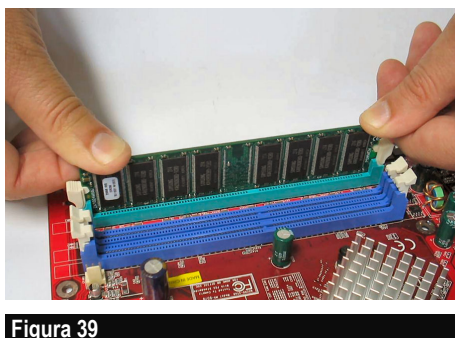

Figura 39
- 3) Forçar o módulo para baixo, encaixando-o no soquete. As alças laterais travarão o módulo automaticamente. Verifique se o módulo ficou bem encaixado, e se as alças laterais ficaram bem travadas (figura 39).